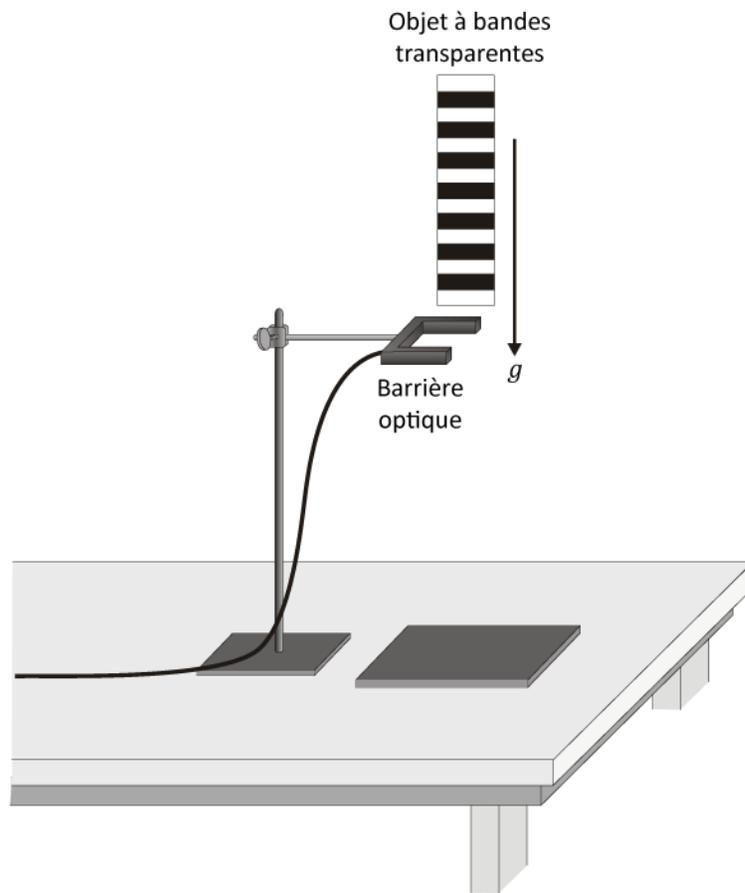

Figure 1 – Objet en chute libre à travers une barrière lumineuse
Au cours de cette expérience, vous aurez la chance de travailler avec un chronomètre automatisé (une barrière optique reliée à un ordinateur, voir la Figure 1). La barrière optique consiste en un rayon infrarouge qui est transmis d'un de ses bras en direction de l'autre et elle détecte lorsque le faisceau est bloqué. Vous allez laisser tomber une pièce de plastique transparent sur laquelle on a apposé des bandes noires à intervalles réguliers le long de la barrière. Au fur et à mesure que la bande passera entre les bras de la barrière, celle dernière mesurera tous les moments où son faisceau lumineux sera bloqué par les bandes noires. À partir de ces données de temps, le programme calculera la vitesse et l'accélération associées à cette chute libre. En utilisant un graphique de  $v$  vs.  $t$ , vous analyserez vos données et utiliserez un outil de régression linéaire afin de déterminer la valeur de l'accélération gravitationnelle  $g$ .
Pour cette expérience, vous utiliserez un logiciel pour enregistrer le temps écoulé entre une série d'événements. Tel qu'illustré à la Figure 1, une pièce de plastique transparente sur laquelle on a apposé une série de bandes noires régulièrement espacées tombe en chute libre au travers d'une barrière optique. Cette barrière note les moments où son faisceau infrarouge est bloqué par les bandes. Le programme utilise ensuite la série de temps de blocage et la distance connue des bandes noires afin de déterminer la vitesse de la bande de plastique au fur et à mesure qu'elle tombe au travers de la barrière. Vous aurez à comprendre comment le temps de blocage change lorsque la bande de plastique accélère durant sa chute libre.
*Étape 3.* Assurez-vous que la barrière est bien alignée horizontalement comme illustré à la Figure 1.